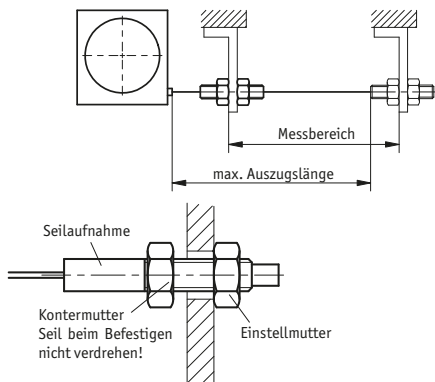

Abb. 2: Prüfung Auszugslänge
Das Seil muss lotrecht zum Seilausgang geführt werden (siehe Abb. 2).
- Nach der Befestigung des Seilzuggebers ist die maximale Auszugslänge zu prüfen (siehe Abb. 2). Das Seilabschluss-Stück (Seilaufnahme, Kontermutter